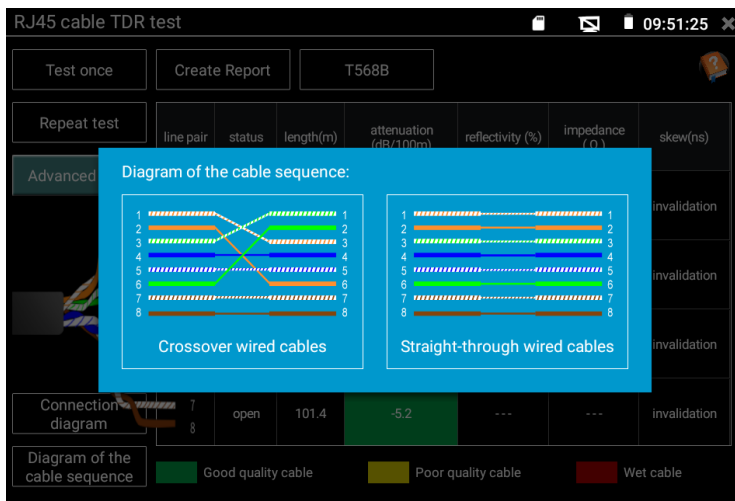

Рис. 105 Типы обжимки кабеля «витой пары», справка
- 4) «Типы обжимки кабеля» (Diagram of the cable sequence) показывает два варианта обжимки кабеля «прямой» и «кроссовый» в виде схемы последовательности жил в кабеле, рис. 105